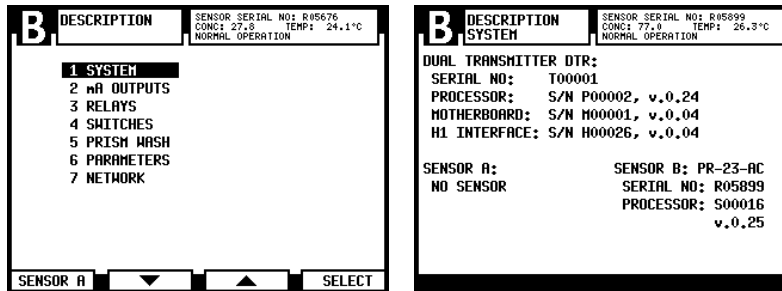

Figure 5.5 Description du système
Le menu Description (Figure 5.5) permet d'afficher les informations suivantes :
1. SYSTÈME (*System*): voir la Figure 5.5, côté droit.